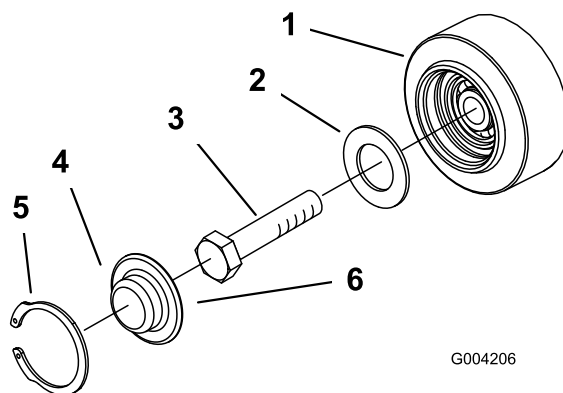

Рисунок 49
3. Снимите с опорного катка стопорное кольцо и колпачок (Рисунок 49).
4. Проверьте наличие смазки под колпачком и вокруг прокладки (Рисунок 49). Если она грязная, содержит песок, или истощилась, удалите всю смазку, замените прокладку и заложите свежую смазку.